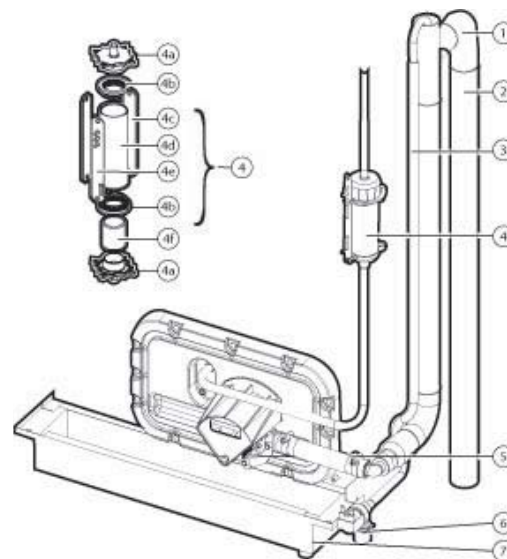

Fig. 17.e
• Electrovanne d'alimentation (Fig. 17.d, pièce n° 3 - Fig. 17.e, pièce n° 6)
• Collecteur d'alimentation et de drainage (Fig. 17.d, pièce n° 6)
• Electrovanne de drainage/pompe de vidange (Fig. 17.d, pièce n° 5 - Fig. 17.e, pièce n°5)
• Cuve d'alimentation (Fig. 17.d, pièce n° 1)